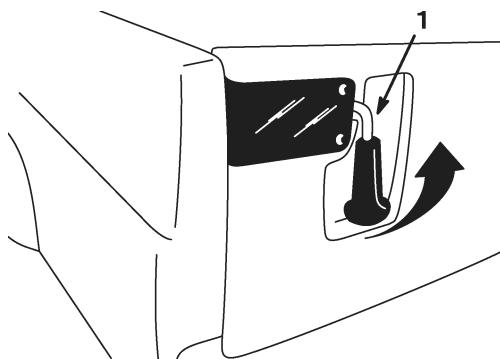

Bild 11
1. Heben Sie zum Öffnen der Riegel an der hinteren Bordwand die Riegel an (Bild 11). Diese schnappen dann in Richtung der Mitte der hinteren Bordwand aus. Senken Sie die Bordwand langsam ab.